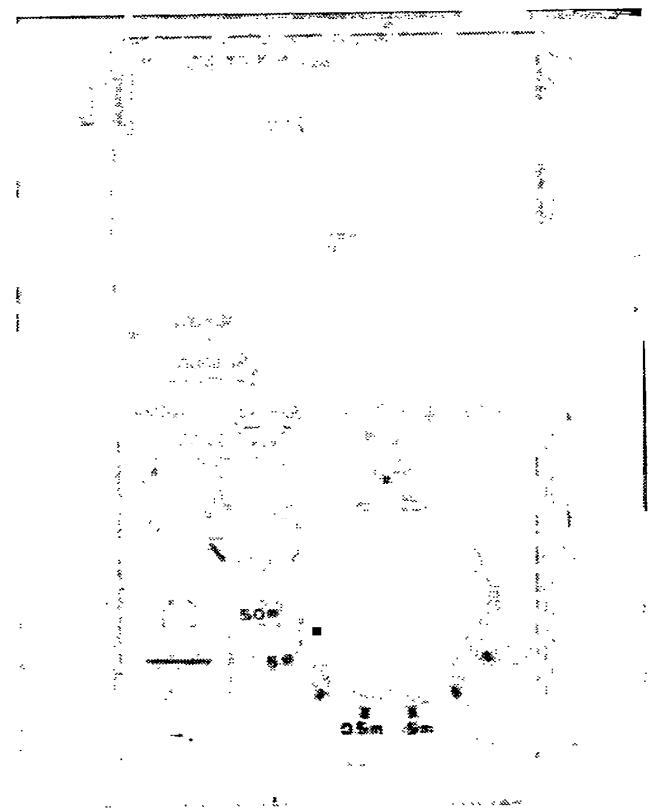

Рис. 3.11. Высококачественный мультиметр.
стрелкой, движущейся по калиброванной шкале. На рис. 3.11 показана лицевая панель одного из наиболее популярных авометров. Верхняя шкала показывает электрическое сопротивление в омах. Обратите внимание на то, что основная шкала омметра откалибрована от нуля в правой части через 2 кОм (2000 Ом) до знака бесконечности (∞) в левой части. Заметьте также, что отсчет по шкале омметра выполняется в противоположном направлении, чем на других шкалах,— максимальное значение сопротивления находится слева, тогда как значения на других шкалах растут вправо. Когда на переключателе «функция/диапазон» мультиметра (он может быть раздельным или совмещенным) установлено положение $R \times 1$ (R означает сопротивление), сопротивление
Посмотрите на рис. 3.11 и обратите внимание на то, что у прибора есть еще две дополнительные шкалы. Одна обозначена только как 2,5 В переменного тока (AC). Это означает, что его можно использовать только тогда, когда переключатель установлен в положение 2,5 В переменного тока. Другая шкала обозначена dB (это децибелы, которые обычно сокращенно обозначаются аббревиатурой dB).
Обратите внимание на нижнюю шкалу на рис. 3.11, которая обозначена dBm. Она предназначена для измерения в децибелах. На основании прибора имеется надпись «Нуль дБ соответствует мощности 0,001 Вт при 600 Ом». В таблице, в которой написано «На пределе измерения 10 В прибавить 12 дБ» и т. д.
(0,001 Вт), поэтому уровни, которые задаются по отношению к 1 мВт, часто обозначаются дБм (децибел по отношению к милливатту). Таким образом, —30 дБм обозначает уровень мощности —30 дБ по отношению к 1 мВт, что составляет 1 мкВт. Точно так же +40 дБм обозначает уровень +40 дБ по отношению к 1 мВт, что составляет 10 Вт. Итак, децибели дают относительные мощности в логарифмических единицах и 10 дБ обозначает отношение 10 : 1, 20 дБ — 100 : 1; 30 дБ соответствует отношению 1000 : 1 и т. д. Такие соотношения имеют смысл только в том случае, когда оба уровня мощности, для которых вычисляется отношение, измерены на одном и том же полном сопротивлении. В приборе, показанном на рис. 3.11, полное сопротивление равно 600 Ом. Это значение выбрано потому, что телефонные компании традиционно используют в линиях речевой связи стандартное сопротивление 600 Ом.